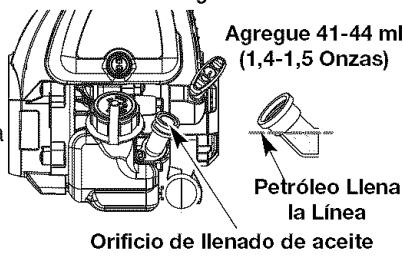

Fig. 19
5. Compruebe el nivel de aceite. El aceite debe quedar exactamente en la parte inferior de las roscas del orificio de llenado de aceite. (Fig. 19)
6. Si el nivel está bajo, agregue una pequeña cantidad de aceite en el orificio de llenado de aceite y vuelva a medir (Fig. 19). Repita este procedimiento hasta que el nivel de aceite a la parte inferior de las roscas en el orificio de llenado de aceite.